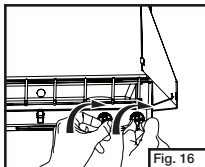
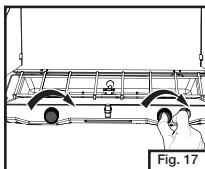

Fig. 16
Fig. 17
- Éteignez fermement les commandes. (Fig. 16 et Fig. 17)